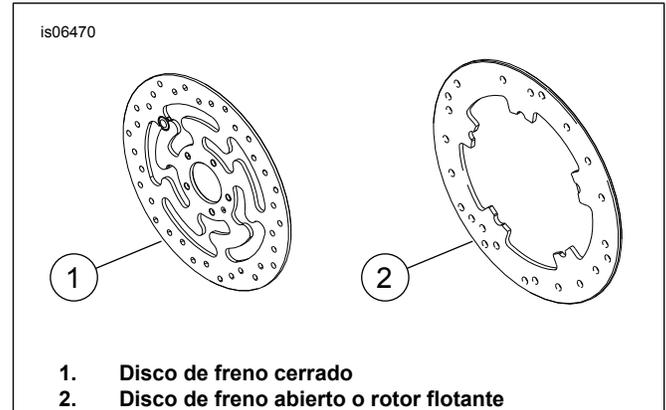

Figura 1. Estilos de disco del freno delantero
- Tornillos del disco de freno (Consulte la Figura 1. y Consulte la Tabla 1.)